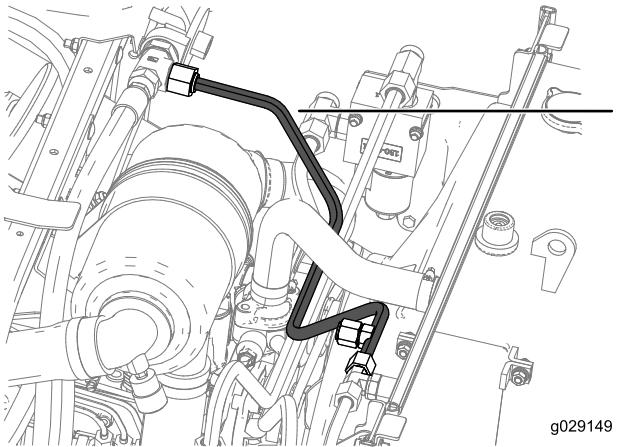

Figura 31
11. Montate il tubo idraulico G proveniente dal raccordo a T (5/8 x 5/8 x 3/4 poll. maschio) del gruppo della testa del filtro sul raccordo a T (3/4 x 13/16 poll., maschio) accanto alla copertura del ventilatore del radiatore, come illustrato nella Figura 31.